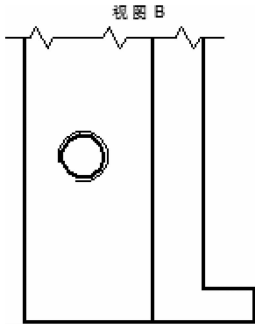

图 9-182 绘制完成断裂视图
- (4) 单击【完成】按钮，完成绘制，如图 9-182 所示。